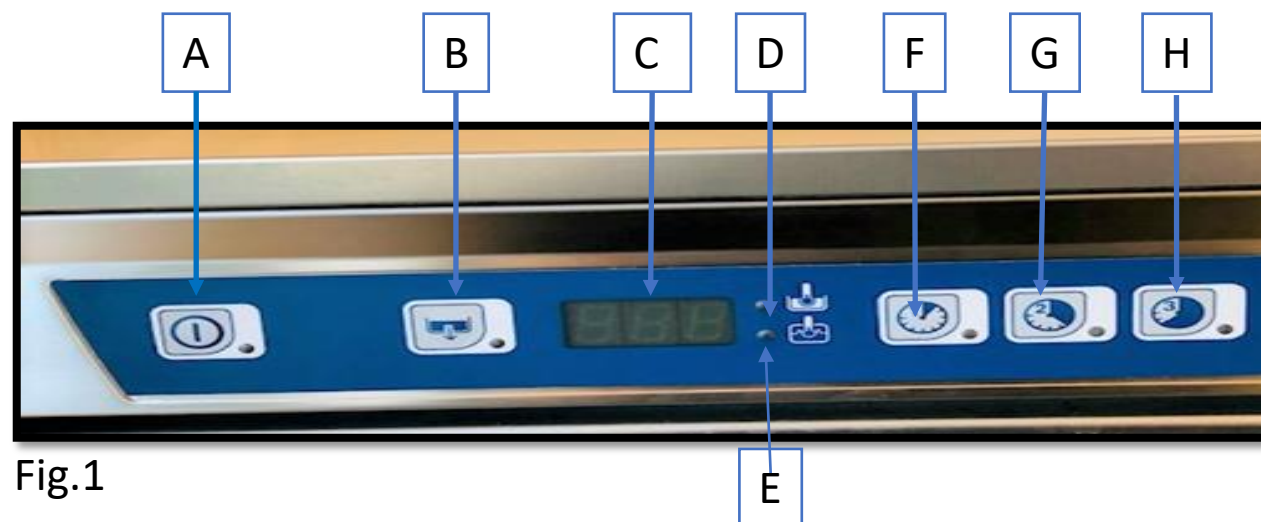

Fig.1
1. Inden opvask. Tjek at de indvendige dele sidder korrekt i maskinen (se side 2 fig. 1.) Skyl madrester af servicet, sæt det i den/de tilhørende kurve. Luk lågen.